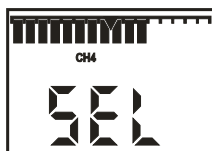

Рисунок 9.6
- кнопкой "ОТКЛ" выбрать необходимый газ (рисунок 9.6), кнопкой "ВКЛ" зафиксировать выбор, после чего газоанализатор выключается.